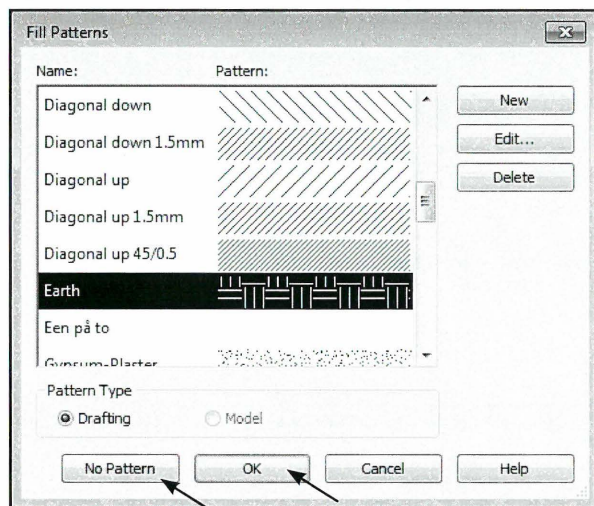

Fig. 10.85. Vælg en anden skravering eller *No Pattern*.
- Vælg et andet materiale eller *No Pattern*, hvis ingen skravering ønskes (Fig. 10.85). Klik derefter *OK*.